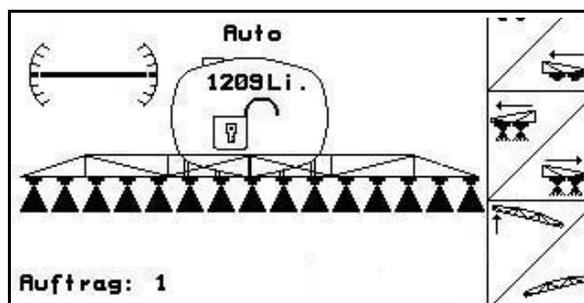

Fig. 99
- På displayet viser symbolet for helningsjusteringen (Fig. 99/1) horisontal innstilling av sprøyteutliggeren.